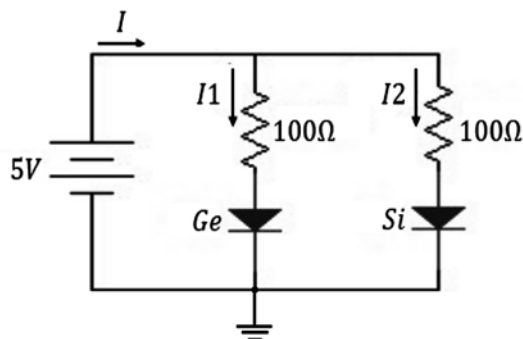

Figura 2.44 Circuito DC con diodos. Fuente: Elaboración propia
- h) Hallar la corriente sobre el diodo de silicio y el diodo de germanio en la figura 2.44.